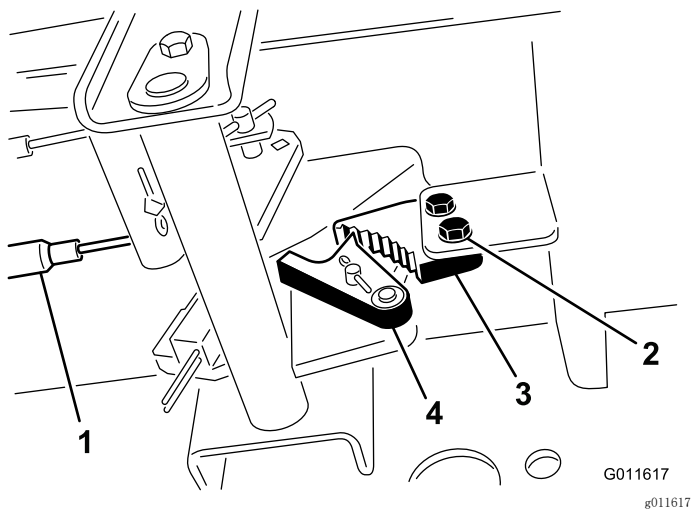

图67
1. 松开将驻车刹车闸固定到机架的 2 个螺钉（图67）。
- 向前踩驻车刹车踏板，直到刹车卡槽完全接合刹车闸（图67）。